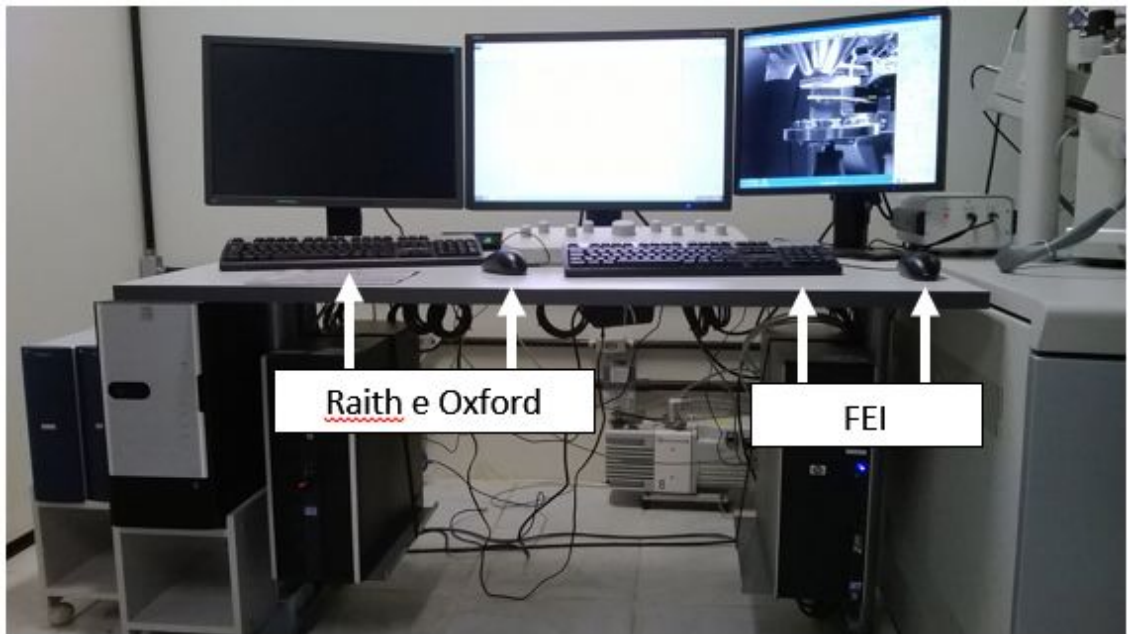

Figura 3. “Mouses” e teclados usados na operação do microscópio Inspect F50.
- Figura 3. “Mouses” e teclados usados na operação do microscópio Inspect F50.
- ✓ Há dois “mouses” e dois teclados. O mouse e o teclado da esquerda controlam os computadores da Microanálise de raios-X (Oxford) e da Litografia de Elétrons (Raith); e o mouse e o teclado da direita controlam o computador que suporta o programa básico de controle do microscópio (FEI). Ver figura 3.